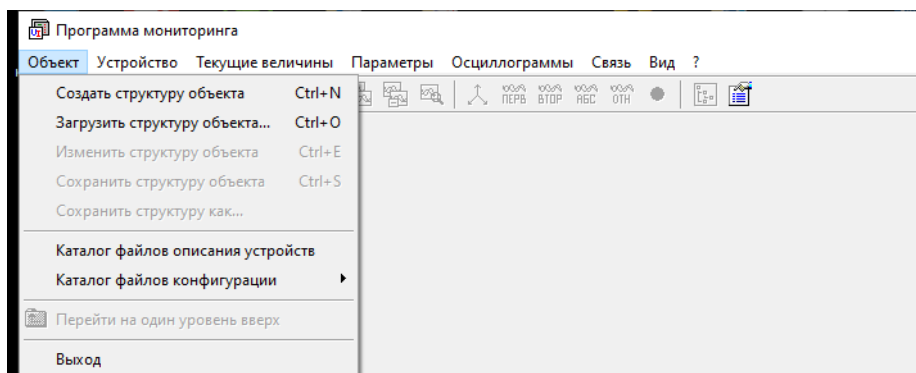

Рис. 25. Программа мониторинга
25) Открыть программу мониторинга. Зайти во вкладку объект/ создать структуру объекта (рис. 25).